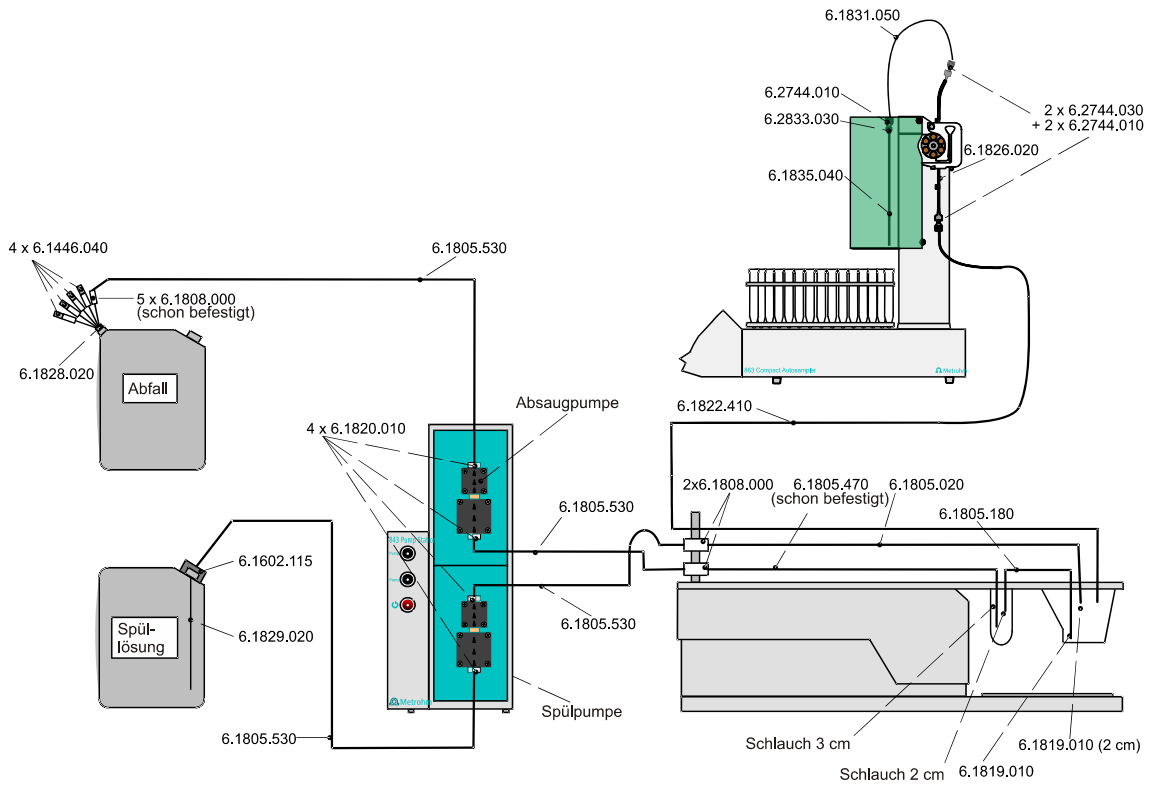
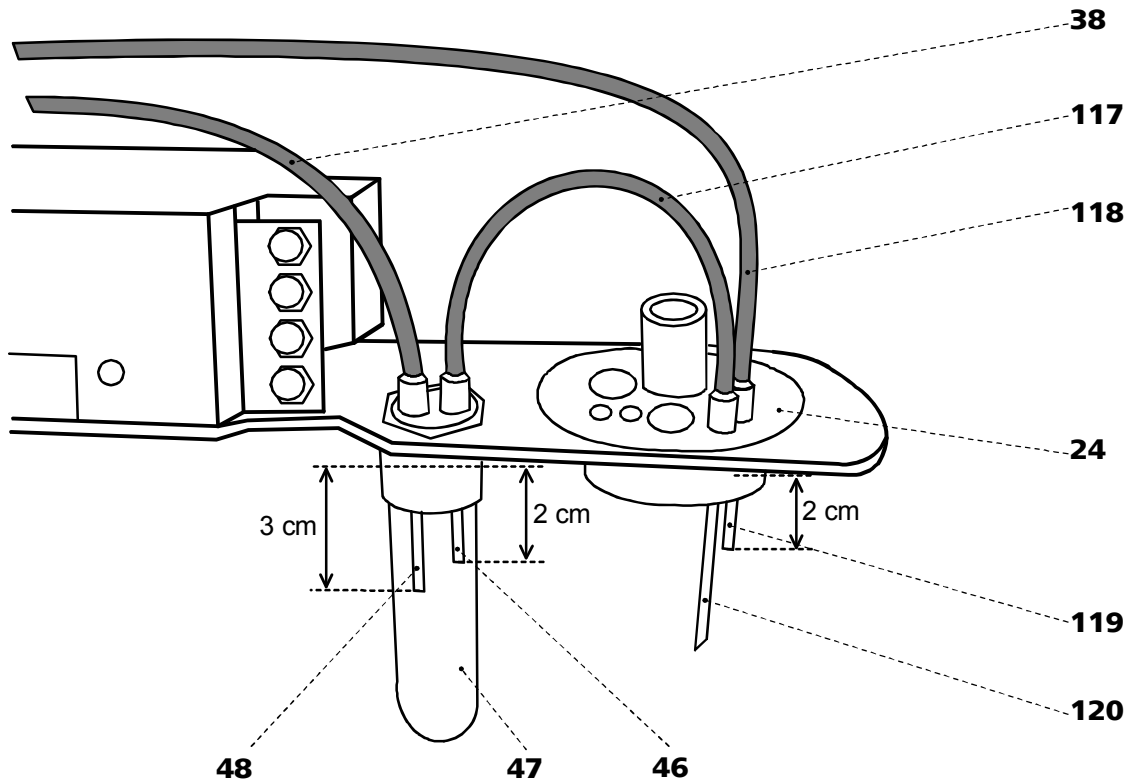

Abb. 16: Schlauchverbindungen für Betrieb des 863 Compact Autosamplers
Abb. 17: Montieren des Zubehörs zum Spülen und Absaugen
Für den Betrieb des 797 VA Computrace Standes mit dem 863 Compact Autosampler und der 843 Pump Station müssen die Zubehörteile und Schlauchverbindungen gemäss *Abb. 16* montiert werden. Gehen Sie dazu wie folgt vor:
- An der unteren Verschraubung 6.1820.010 der Absaugpumpe (obere Membranpumpe) einen FEP Schlauch 6.1805.530 anschrauben. Das andere Ende des FEP Schlauchs mit der Kupplung 6.1808.000 am 797 VA Computrace Stand verbinden, an welcher der FEP Schlauch **38** angeschlossen ist (siehe *Abb. 16* und *Abb. 17*).
- An der oberen Verschraubung 6.1820.010 der Spülpumpe (unteren Membranpumpe) einen FEP Schlauch 6.1805.530 anschrauben. Das andere Ende des FEP Schlauchs mit der Kupplung 6.1808.000 am 797 VA Computrace Stand verbinden, an welcher der FEP Schlauch **118** angeschlossen ist (siehe *Abb. 16* und *Abb. 17*).
- An dieser Öffnung des Flaschenaufsatzes 6.1602.115 den FEP-Schlauch 6.1805.530 von der unteren Membranpumpe anschrauben (siehe *Abb. 16*).